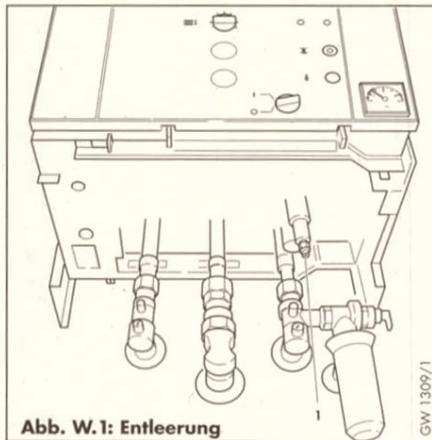

Abb. W.1: Entleerung
- Öffnen Sie die Entleerungsschraube (1, Abb. W.1).